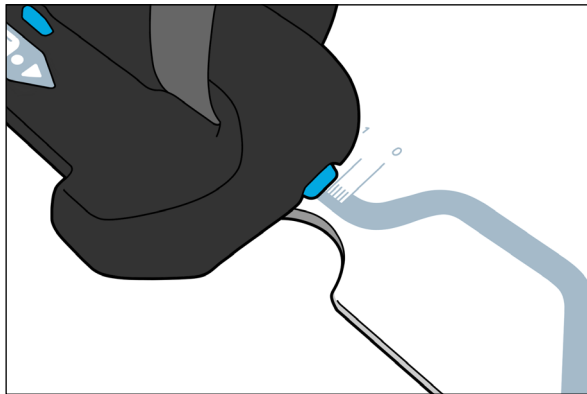

Abb. 12
9. Notieren Sie die Positionen der Klemmen- und Gurtskala (Abb. 12 und 13).